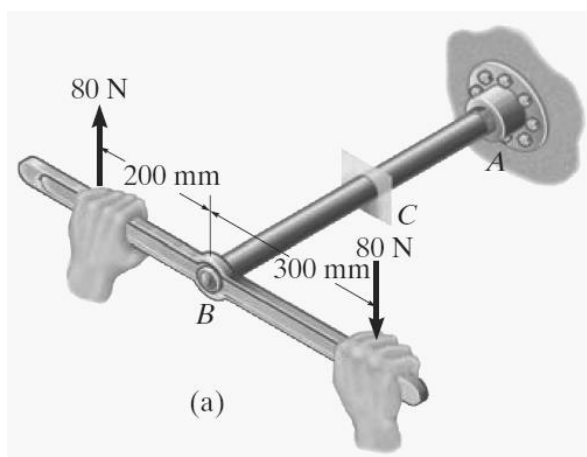

Figura 3.1
3.1.2 O veio oco AB da Figura 3.1, de comprimento $0,5\text{m}$ com um diâmetro interior de 60mm e um diâmetro exterior de 80mm , está sujeito às duas cargas de 80N indicadas na figura. Considere $E=210\text{GPa}$, $\nu=0,3$. Determine: